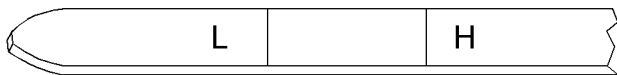

Ilustración 48
5. Algunas varillas de medición podrían estar marcadas con "H" y "L"; consulte la Ilustración 48. Mantenga el nivel de aceite entre las marcas "L" y "H" en el indicador de nivel de aceite del motor. No llene el cárter por encima de la marca "H".